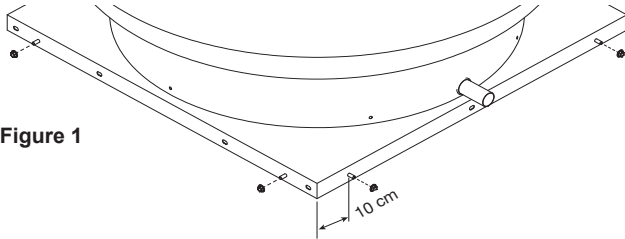

Figure 1
1. Avant de poser l'appareil sur le dessus de la costière et de réaliser le montage, poser les goujons à souder de 5/16 po -18 x 3/4 po de long dans les orifices de couvercle de costière situés à environ 10 cm des coins, huit au total. Voir la Figure 1.